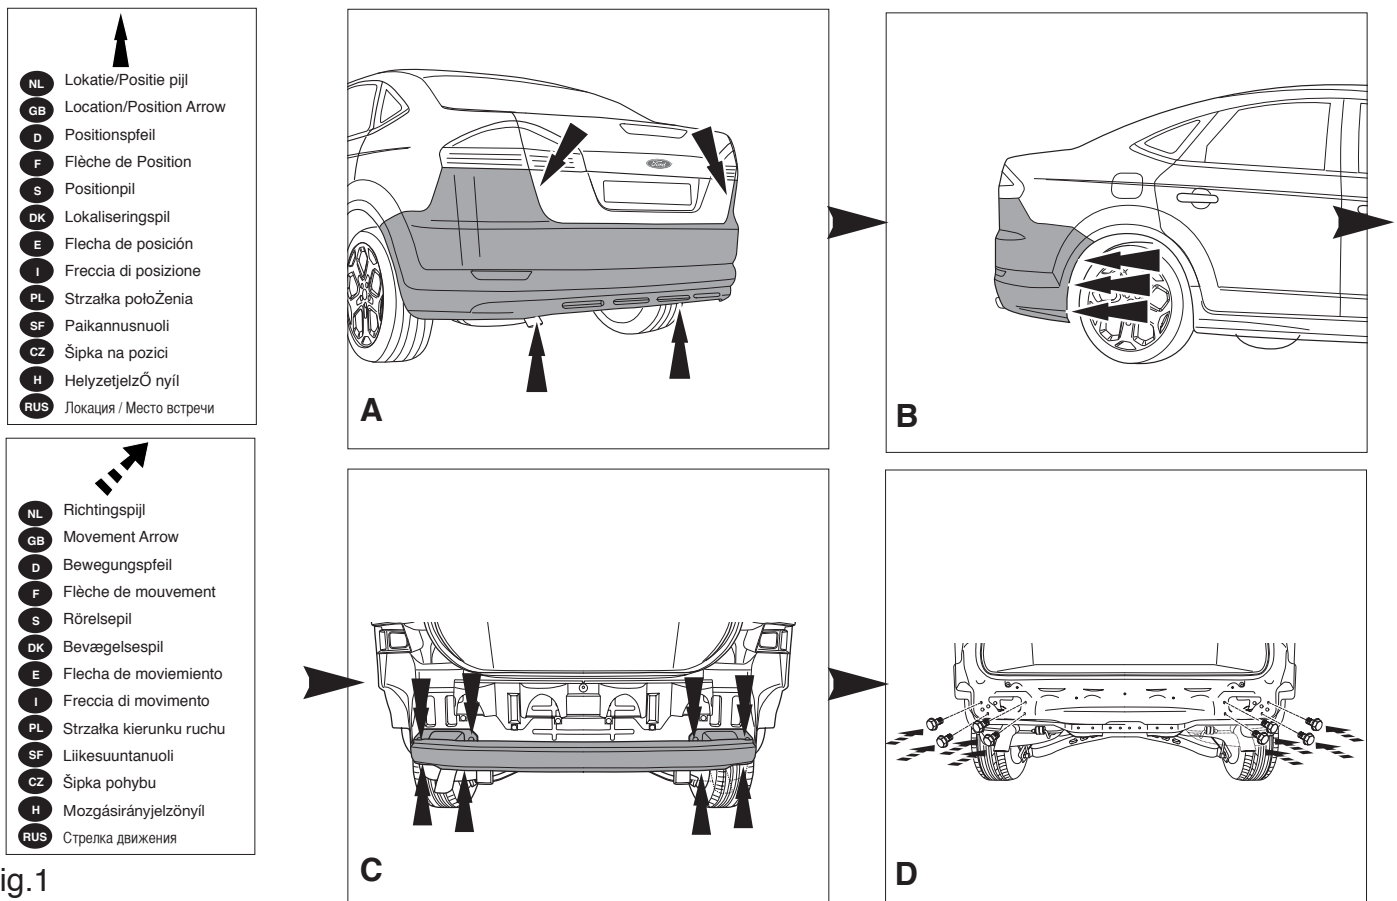

Fig.1
1. Die Stöbstaenge einschließlich des stähleren Stöbalkens vom Fahrzeug abmontieren. Der Stöbalken wird nicht mehr benötigt. Die Schrauben wieder anbringen. Siehe Abbildung 1.
1. Demonter kofangeren, inklusive køretøjets stålstødbjelke. Denne bliver overflødig. Sæt bolte på plads igen. Se fig. 1.
1. Zdemontować z pojazdu zderzak wraz ze stalową belką zderzakową, belka zderzakowa nie będzie ponownie używana. Zderzak ponownie sruby. Patrz rysunek 1.